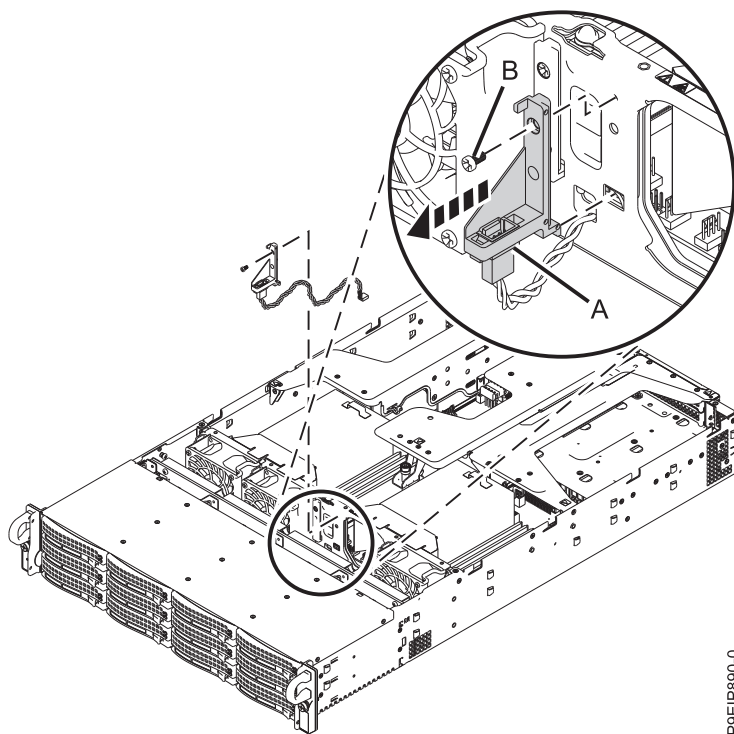

Figure 34. Retrait d'un support ventilateur
4. Retirez le support (A) en retirant la vis (B) comme illustré dans la figure 34.